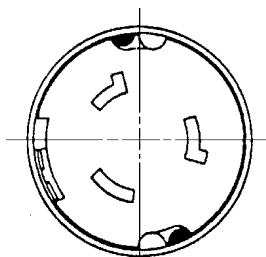

Fig. 2
9. Faire glisser le carter jusqu'au porte-lames et aligner les deux griffes à l'intérieur du carter avec les deux encoches moulées dans le corps de la fiche. Pousser le carter sur le corps de la fiche et le faire tourner légèrement. Ceci engage les deux griffes dans leur logement dans la face du porte-lames pour l'empêcher de se défaire. Voir la Fig. 2 (Les griffes sont montrées en noir).